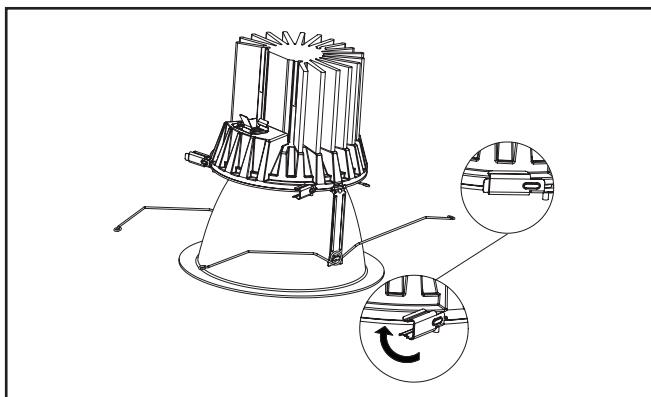

Figura 8
4. Gire los tres (3) clips laterales para sujetar de manera segura el conjunto del borde al motor del LED. (Figura 8)